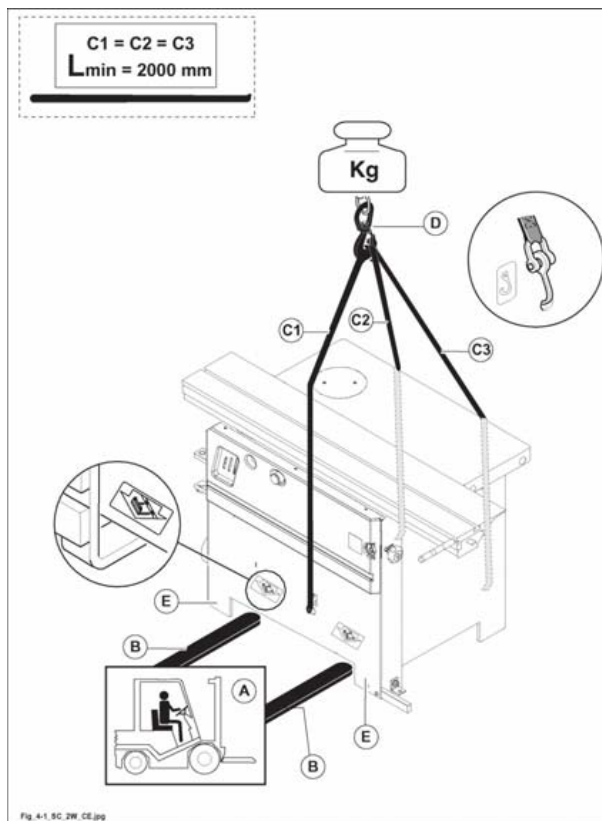

Fig. 4.1
- predisporre di cinghie (C fig. 4.1) aventi lunghezza e portata adeguata (lunghezza minima cinghie 2000 mm);
- agganciare le cinghie al carro ponte (D fig. 4.1) di portata adeguata;
- procedere all'assestamento delle cinghie (C fig. 4.1), muovendo il carro ponte con brevi spostamenti fino al raggiungimento della condizione di stabilità ottimale;
- predisporre un carrello elevatore (A fig. 4.1) di portata adeguata;
- inserire le forche (B fig. 4.1) come da figura (tenendole accostate ai due piedi (E fig. 4.1) e verificare che queste fuoriescano di almeno 15 cm dalla parte posteriore del basamento.